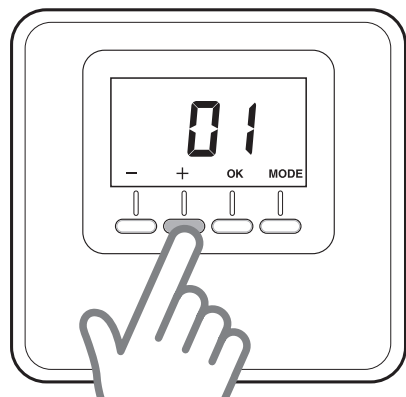

Abb. 16
- Die Tasten „+“ oder „-“ drücken, um den zuzuordnenden Bereich auszuwählen (ABB. 16).